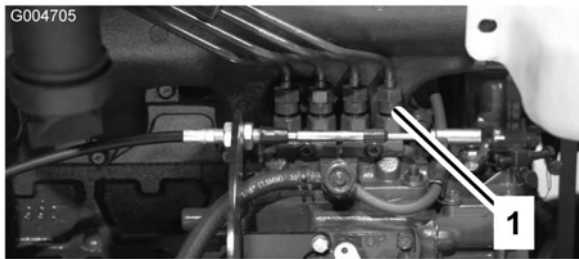

Figura 53
1. Desaperte a tubagem ligada ao bico do injector número 1 e à estrutura de suporte da bomba de injeção (Figura 53).